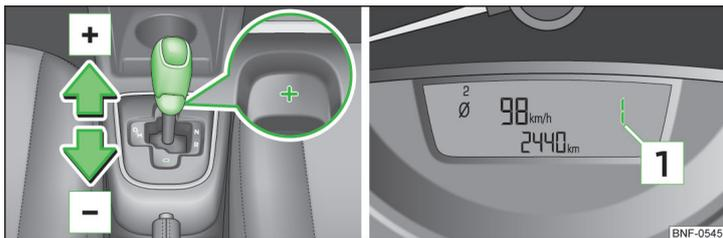

Fig. 85 Sélecteur : Enclenchement manuel / affichage de l'écran
- » Poussez le levier sélecteur dans la position auto-rabattue vers la gauche et réglez-le dans la position **M**. La position actuelle du levier sélecteur  » fig. 85 s'affiche sur le visuel du combiné d'instruments.
- » Donnez une impulsion sur le levier sélecteur vers l'avant  » fig. 85.
- » Donnez une impulsion sur le levier sélecteur vers l'arrière  » fig. 85.
- » Donnez une impulsion sur le levier sélecteur vers l'avant  ou vers l'arrière  » fig. 85.